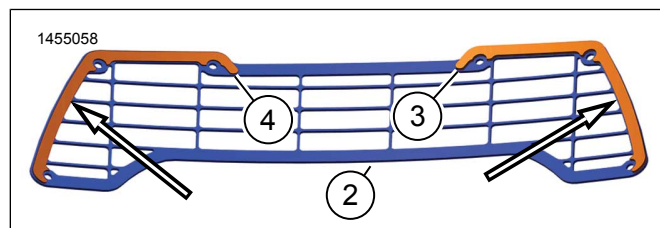

Figure 3.
2. Voir la figure 3. Retirer le support adhésif et mettre les patins en place.